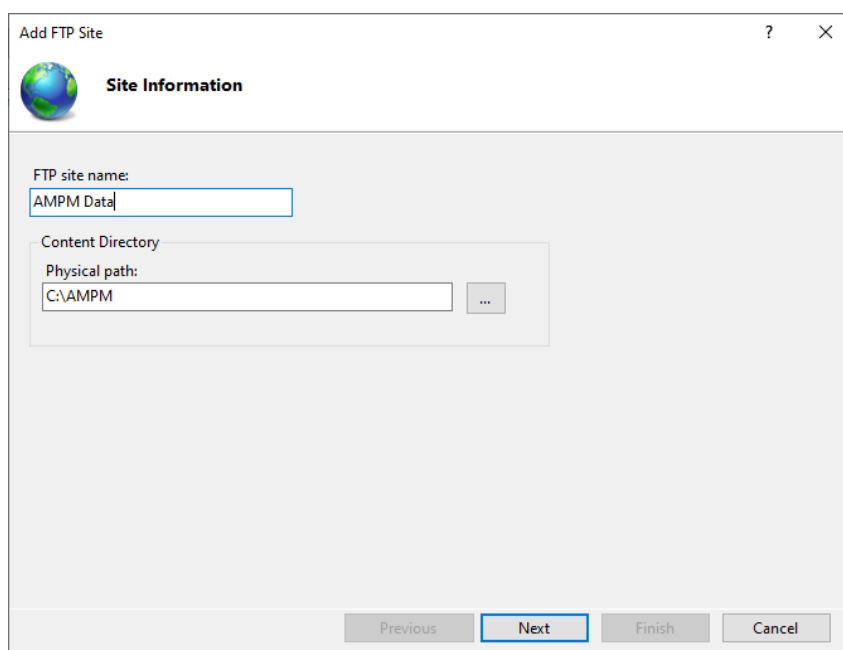

Figura 36 Assegnare un nome al sito
5. Assegnare un nome al sito (si consiglia il nome AMPM Data, vedere Figura 36).